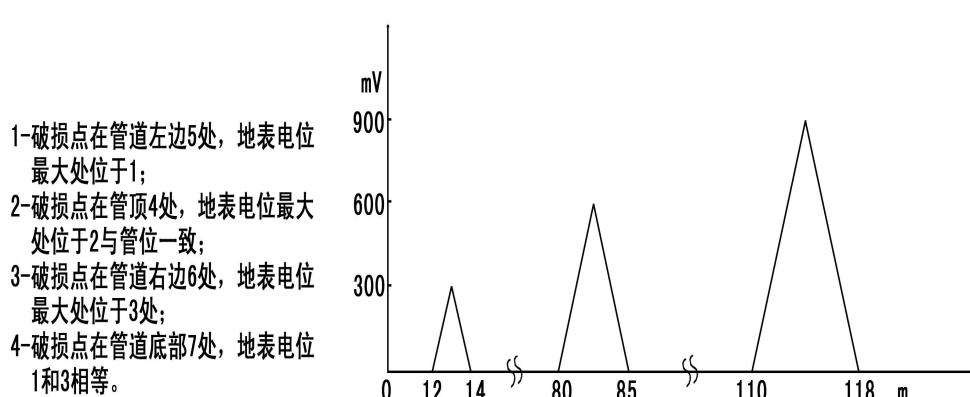

图15 破损点大小曲线图
(3) **统计图形法：**若以泄漏电位与辐射距离两因素作图，在漏点的上方会出现一个个三角形，三角形大小近似地反映了漏点的大小，如图 15 所示。